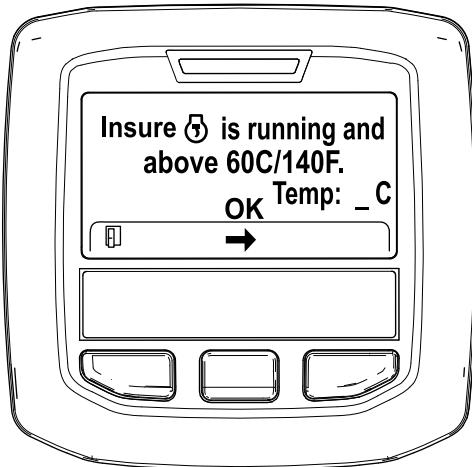

Figure 35
5. Si la température du liquide de refroidissement est inférieure à 60 °C (140 °F) le message « Insure is running and above 60C/140F » (vérifier que *** fonctionne et est supérieure à 60 °C/140 °F) s'affiche (Figure 35).